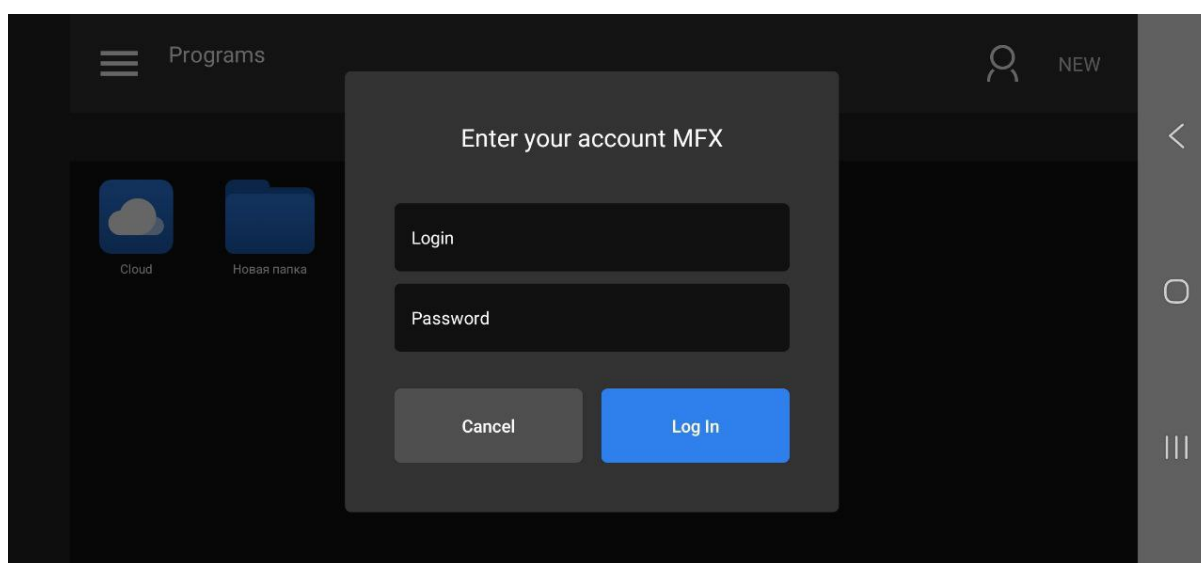

Рис. 42: Экран подключения к облачному хранилищу
2. Введите в открывшемся окошке ваши `login` и `password` (см. рис. 42)